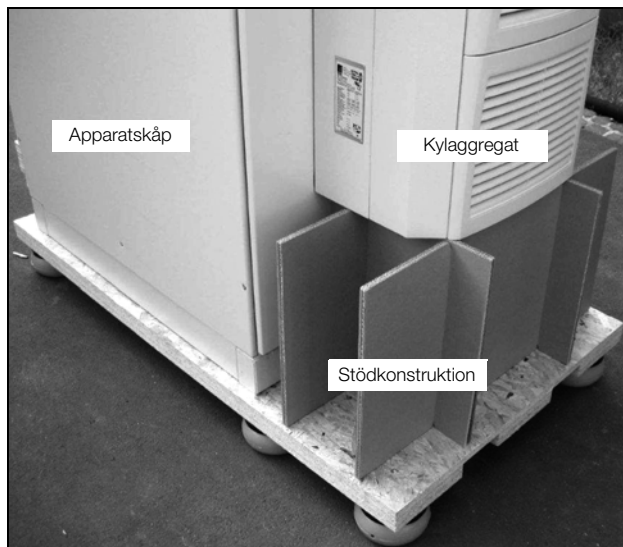

Bild 1: Transport av ett kombinerat apparatskåp-kylaggregat
- Vid transport av redan monterade aggregat (på apparatskåpet) måste ha transportskydd. För detta lämpar sig en konstruktion av t.ex. kvadratiska träribbor eller brädor som stöttar kylaggregatet och gör att aggregatet inte kanar ned vid ev. stötar (se bild 1). För att få så låga vältnmoment som möjligt ska pallen vara tillräckligt stor. Om kylaggregatet har monterats i en dörr måste denna vara stängd under transporten.